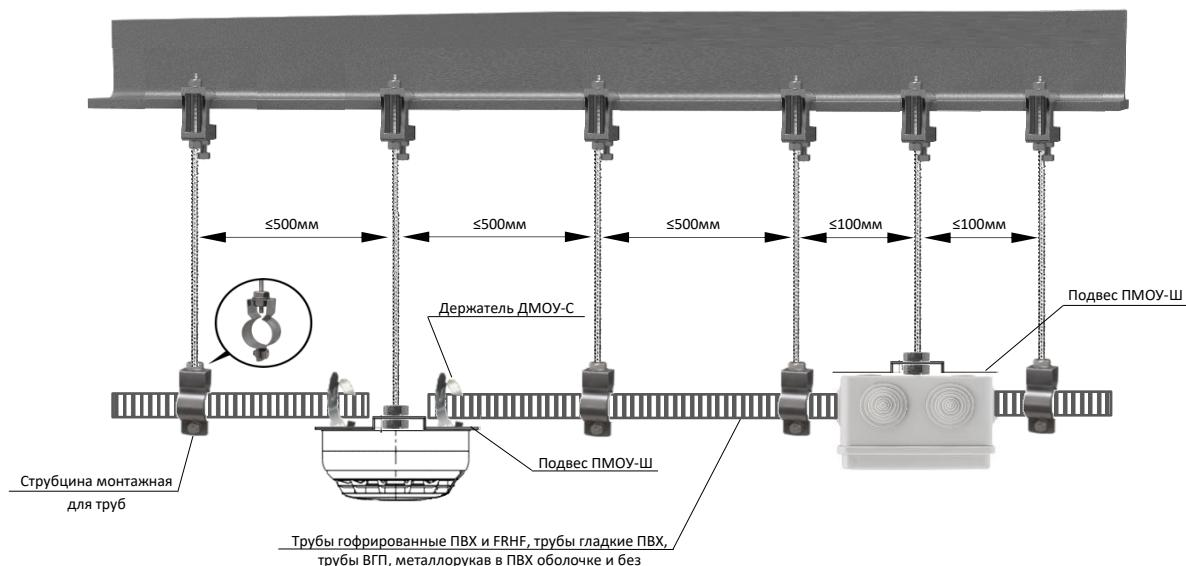

Рис. 3.9.1 Прокладка по металлическим конструкциям с использованием струбцин монтажных
Пример прокладки линии в гофрированной трубе с применением струбцин представлен на рис. 3.9.1.
1. Использование струбцин монтажных стальных (рис. 3.9.1);